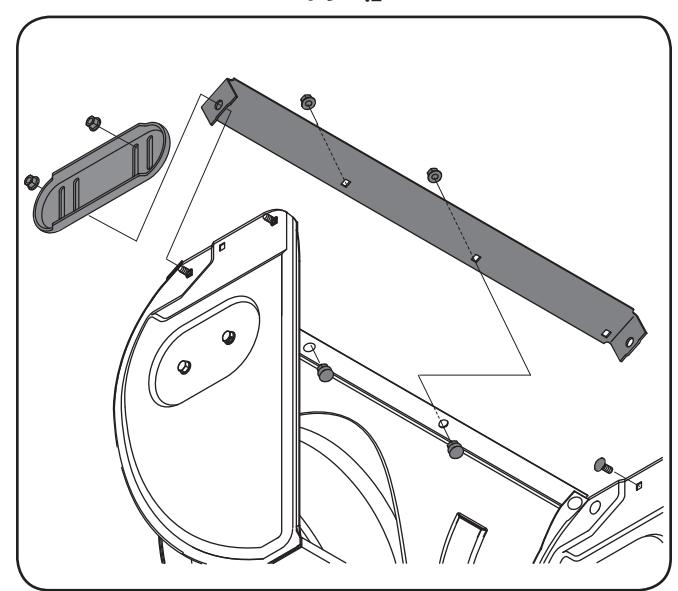

Fig. 6-1
2. Remontez les nouveaux patins avec les contre-écrous à embase sur chaque côté) et les contre-écrous à embase. Voir la Fig. 6-1.